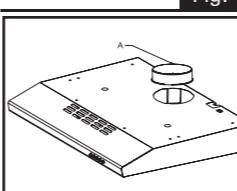

Fig. 6
- Decidir a posição do furo destinado à saída de ar: o furo pode ser feito na parede ou no teto, de acordo com as necessidades. Em ambos os casos o furo deve ser feito em linha vertical em relação ao depurador. (Fig. 6).
- Faça o furo na parede, para a saída de ar (diâmetro Ø105mm), tomando como referência a (Fig. 6) onde estão indicadas as medidas das várias possibilidades. Se a função escolhida foi o modo depurador, tampar a abertura de saída de ar com a tampa plástica fornecida com o aparelho.